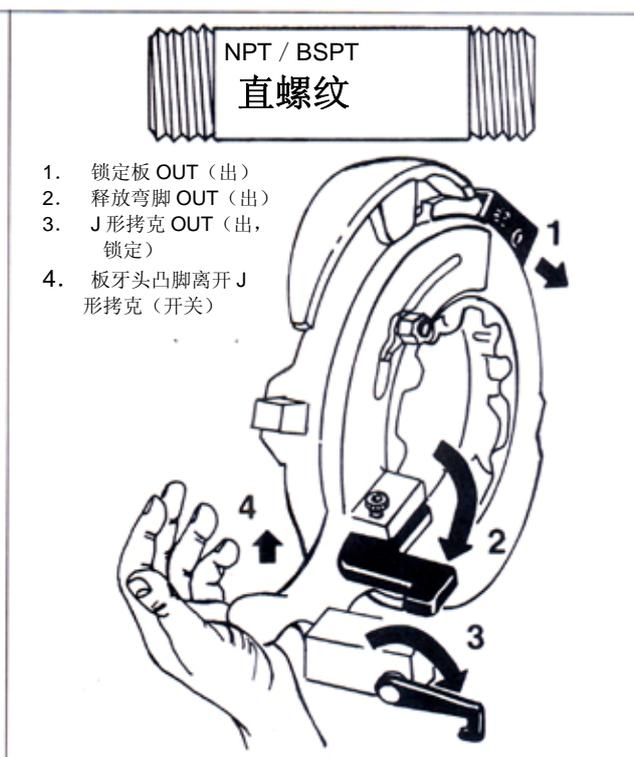

图 11—安装 No.714 以及 No.914 自开式板牙头进行 NPSM 或 BSPP 套丝作业
1. 从释放弯脚枢轴止挡上卸出释放弯脚的螺丝。先使弯脚的弹簧从释放弯上脱钩。将弯脚旋出，直到孔洞对准枢轴止挡的螺丝孔。重新插入螺丝，使其与释放弯脚啮合。(图 11 及 15)
2. 将锁定板定好位(图 11 及 15)
3. 推动滑架 J 形拷克至架远端位置，旋转 J 形拷克钩，使其与滑架端孔啮合(图 11 及 15)
4. 当板牙放在 **DOWN** 的位置时，拉起凸轮锁定板手柄直到释放弯脚与凹口啮合(图 11、第 4 步)。